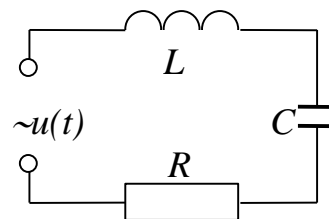

Рис.1
**Резонанс напряжений.** Рассмотрим электрическую цепь, состоящую из соединенных *последовательно* активного сопротивления  $R$ , емкости  $C$ , индуктивности  $L$  и источника переменного тока (рис. 1). В цепи, содержащей индуктивность и емкость, могут, при определенных условиях, возникнуть электрические колебания, за что она называется *колебательным контуром*. Собственная частота колебаний определяется параметрами колебательного контура и равна